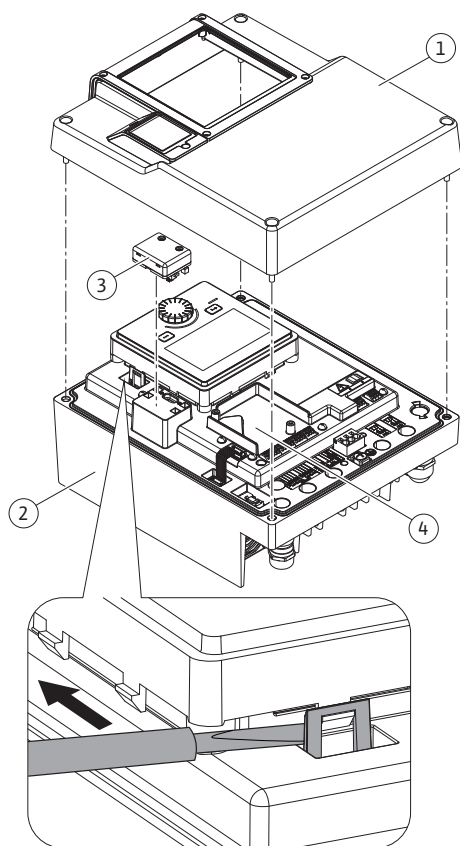
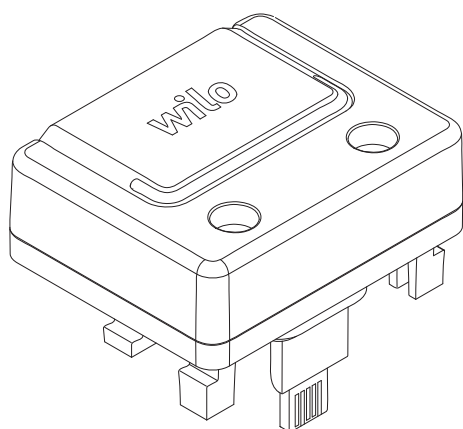

Fig. 25: Электронный модуль
Fig. 26: Модуль Wilo-Smart Connect BT
1. Осторожно открыть фиксаторы (Fig. 25) инструментом (например, отверткой).
Интерфейс Bluetooth модуля Wilo-Smart Connect BT (Fig. 25, поз. 3 и Fig. 26) служит для подключения к мобильным терминалам, таким как смартфон и планшет. В приложении Wilo-Assistant имеется функция Wilo-Smart Connect. Функция Wilo-Smart Connect позволяет управлять насосом, выполнять его настройку и считывать его данные. См. настройки в главе «Ввод в эксплуатацию» [► 400].
1. Открутить четыре винта верхней части электронного модуля (Fig. 25, поз. 1; Fig. I, поз. 2).
3. Подсоединить модуль Wilo-Smart Connect BT к предусмотренному интерфейсу Wilo-Connectivity Interface. См. Fig. 25, поз. 3.
Модули CIF (принадлежности) обеспечивают связь между насосом и СУЗ. Модули CIF устанавливаются в электронный модуль (Fig. 25, поз. 4).